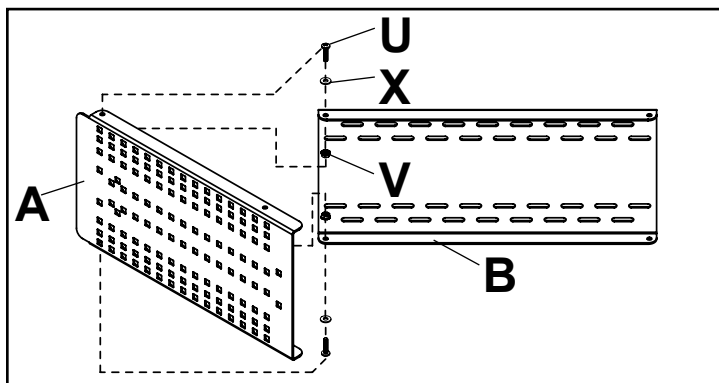
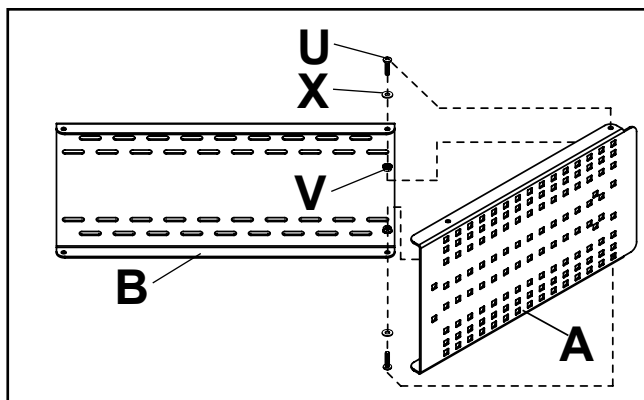

fig. 2.1
fig. 2.3
2 Fixez la plaque d'interconnexion (A) à la plaque murale (B) à l'aide d'une vis Phillips à tête ronde 1/4-20 x 1 po (U), d'une rondelle plate 1/4 po (X) et d'un écrou de blocage à embase crantée 1/4-20 (V) comme illustré à la fig 2.1 ou 2.2 pour les coins intérieurs ou aux fig 2.3 et 2.4 pour les coins extérieurs. Répétez l'opération pour la plaque d'interconnexion du mur opposé.
8 Afin d'éviter de rayer l'écran, posez un morceau de tissu sur une surface plane et de niveau qui peut supporter le poids de l'écran. Déposez l'écran à plat, tourné vers le bas. Si l'écran possède des boutons à l'arrière, enlevez-les pour pouvoir attacher les supports adaptateurs. Placez les supports adaptateurs (**E ou F**) à l'arrière de l'écran, alignez-les sur les trous et centrez-les sur l'arrière de l'écran, comme illustré ci-dessous. Fixez les supports adaptateurs à l'arrière de l'écran à l'aide des vis, rondelles et entretoises appropriées, comme illustré sur la figure 2.1 ou 2.2.